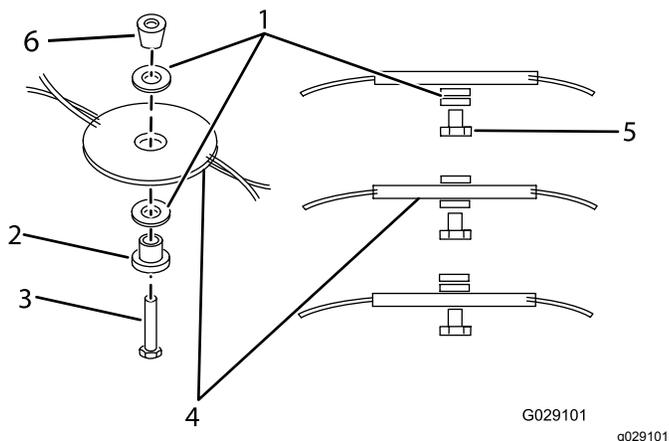

Figura 23
4. Retire el cabezal de corte Flexiblade girando el perno en sentido antihorario (Figura 23), y guarde todas las fijaciones de montaje.
5. Instale el cabezal de corte Flexiblade nueva girando el perno en sentido horario (Figura 23), e instale todas las fijaciones de montaje.